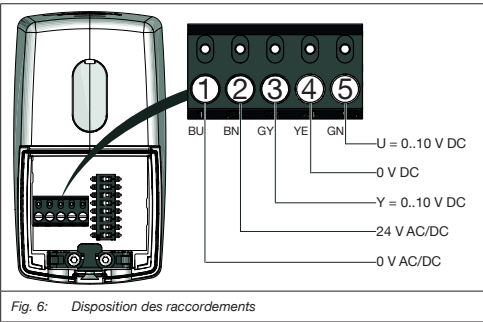

Fig. 6: Disposition des raccordements
- Établir l'alimentation électrique selon la disposition indiquée Fig. 6.